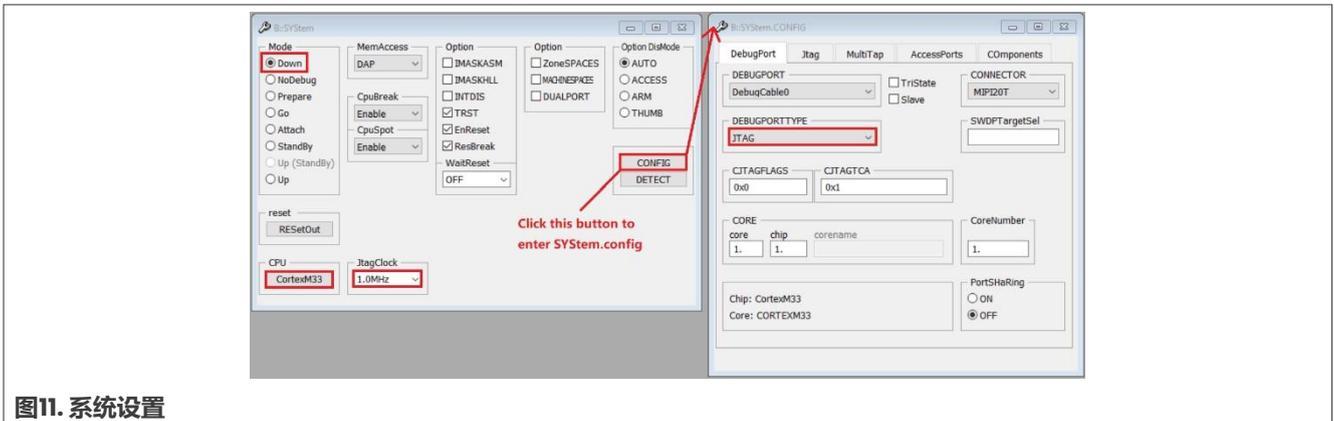

图11. 系统设置
3. 点击菜单栏中的**CPU**→**System Settings...**，出现一个系统设置对话框。如图11所示进行系统设置。